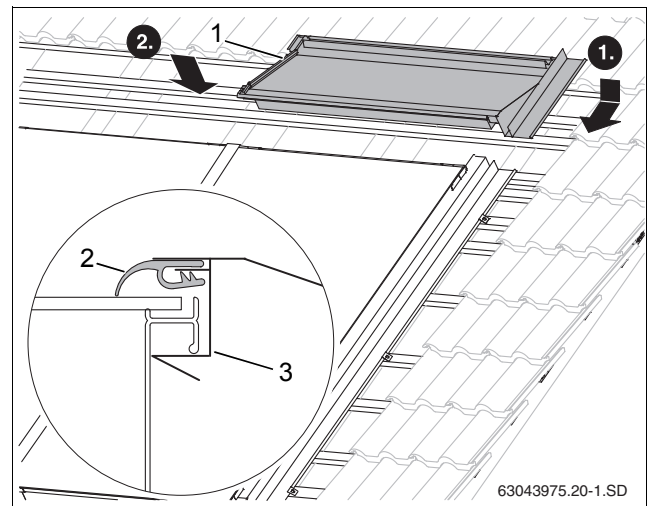

Рис. 55 Верхний правый накладной лист
- ▶ Введите верхний правый накладной лист (рис. 55, [1]) в правый боковой накладной лист.
- ▶ При нажатии на лист он входит под раму коллектора (рис. 55, [3]).
- ▶ Сверху на коллектор нужно уложить и вытянуть резиновый язычок (рис. 55, [2]).